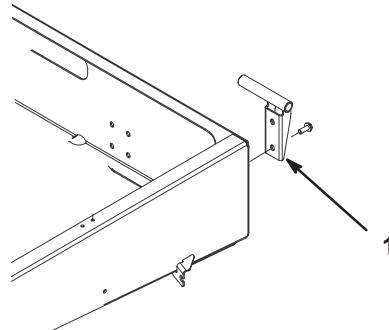

Bild 8
2. Montieren Sie den linken Schwenkbügel mit zwei Bundschaften ($3/8 \times 1"$) an der linken hinteren Ecke des Chassis. Positionieren Sie den Bügel wie in Bild 8.